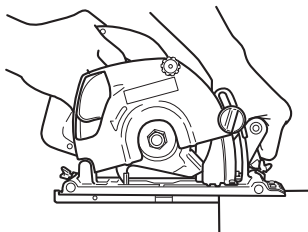

図 8
- (1) 木材の上にベース先端をのせ、カッタが木材に触れない状態でスイッチを入れます。(図8)